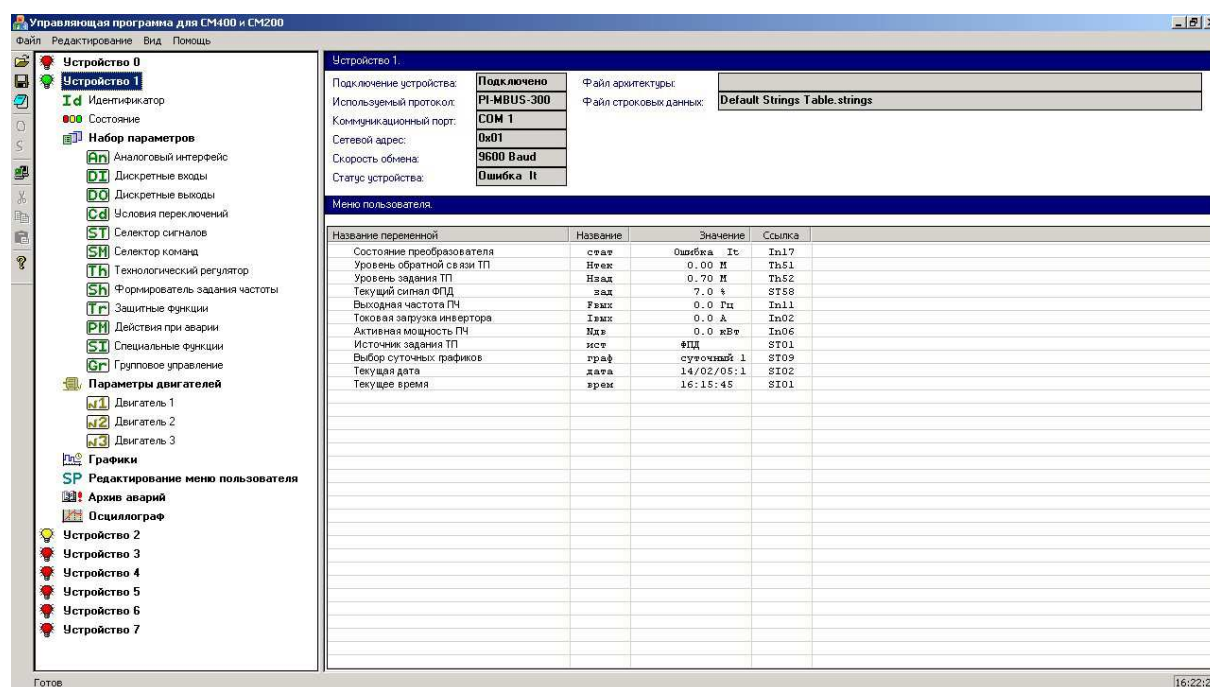

Рисунок 4-3. Окно отображения «устройство x».
- **Устройство х.** (см. рис. 4-3).